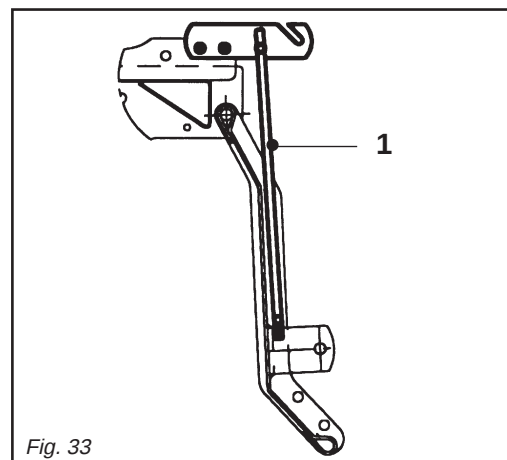

Fig. 33
- 4) **Per mod. AL:** L'asta (1 Fig. 33), va posizionata come in figura per il parcheggio della macchina.
- 4) **For model AL:** *the rod (1 Fig. 33) should be positioned as shown in the figure when parking the machine.*
- 4) **Für Mod. AL:** Die Stange (1 Abb. 33) ist so anzuordnen, wie in der Abbildung für das Abstellen der Maschine gezeigt ist.
- 4) **Pour mod. AL:** *Pour stationner la machine la barre (1 Fig. 33) doit être positionnée comme indiqué dans la figure.*
- 4) **Para mod. AL:** La barra (1 Fig. 33) debe ser posicionada como se ve en la figura para el estacionamiento de la máquina.